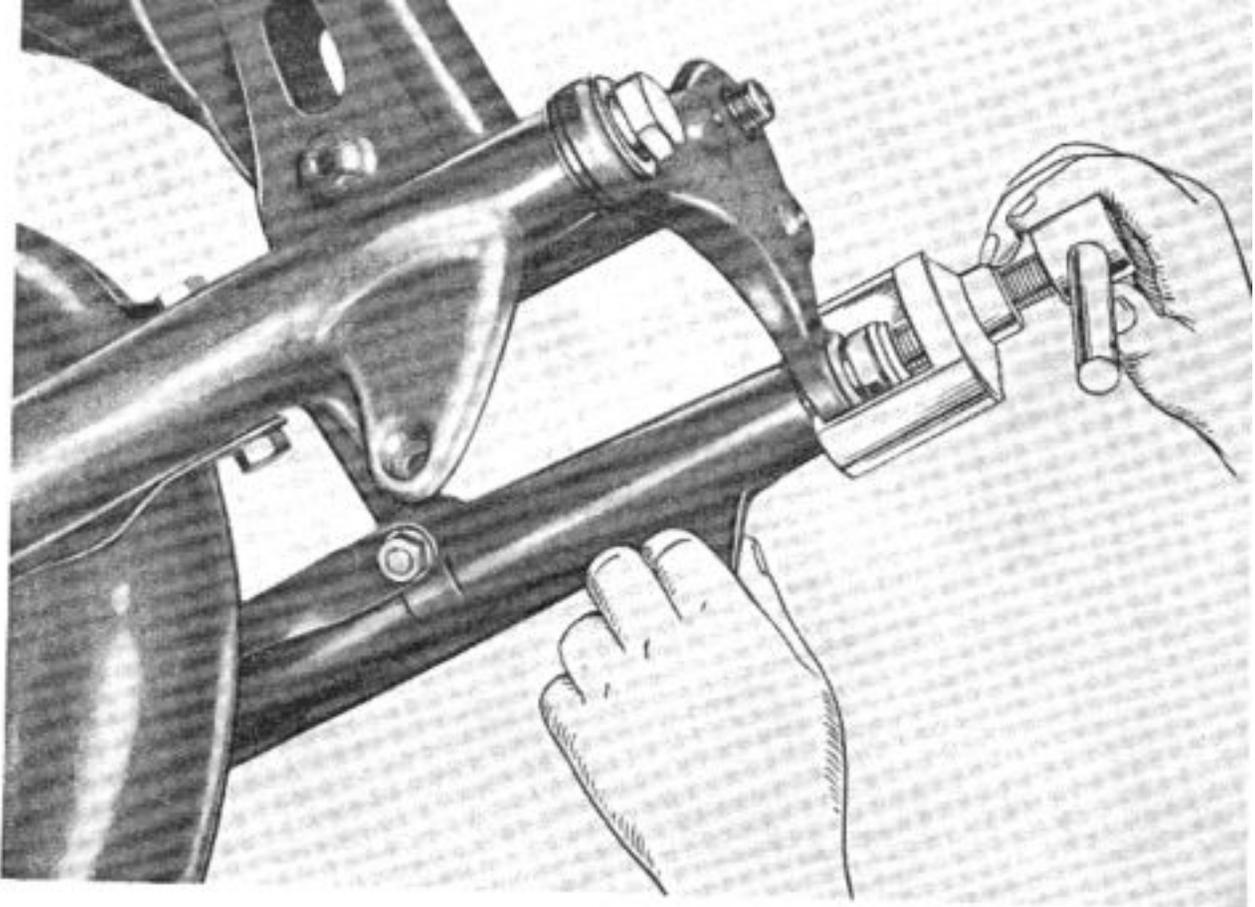

Fig. 27 - Come viene tolta la testa della forcella
- II) Togliere la testa per forcella sbloccandola dai bracci nel seguente modo: allentare con chiave a tubo da mm. 28 i due tappi superiori per bracci forcella, dopo di questo montare sui bracci l'apposito estrattore 23585 agendo come dimostrato a fig. 27, svitare completamente i due tappi e togliere la testa;